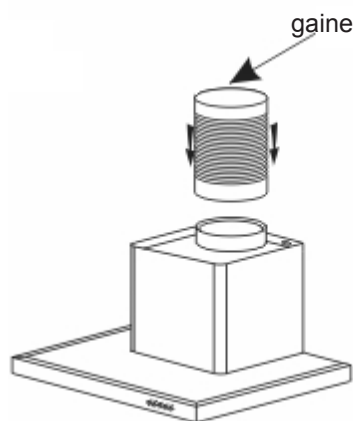

fig. 5
- Fixez la gaine extensible d'évacuation (non fournie) sur la sortie moteur sans gêner le mouvement du clapet anti-retour (fig.5).
- Raccordez la gaine à la sortie de l'air vers l'extérieur (fig.5).
- Raccordez la gaine extensible au déflecteur (fig.5).